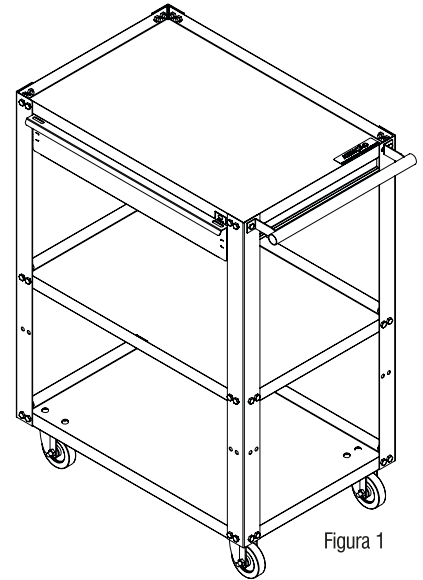

Figura 1
Paso 2 - Colocar el enganche trasero de la guía en la ranura trasera del soporte soldado a la bandeja superior (figura 1 y 2), deslizando hasta el enganche delantero encaja en la ranura delantera (figura 3 e 4), impidiendo que se mueva para arriba.